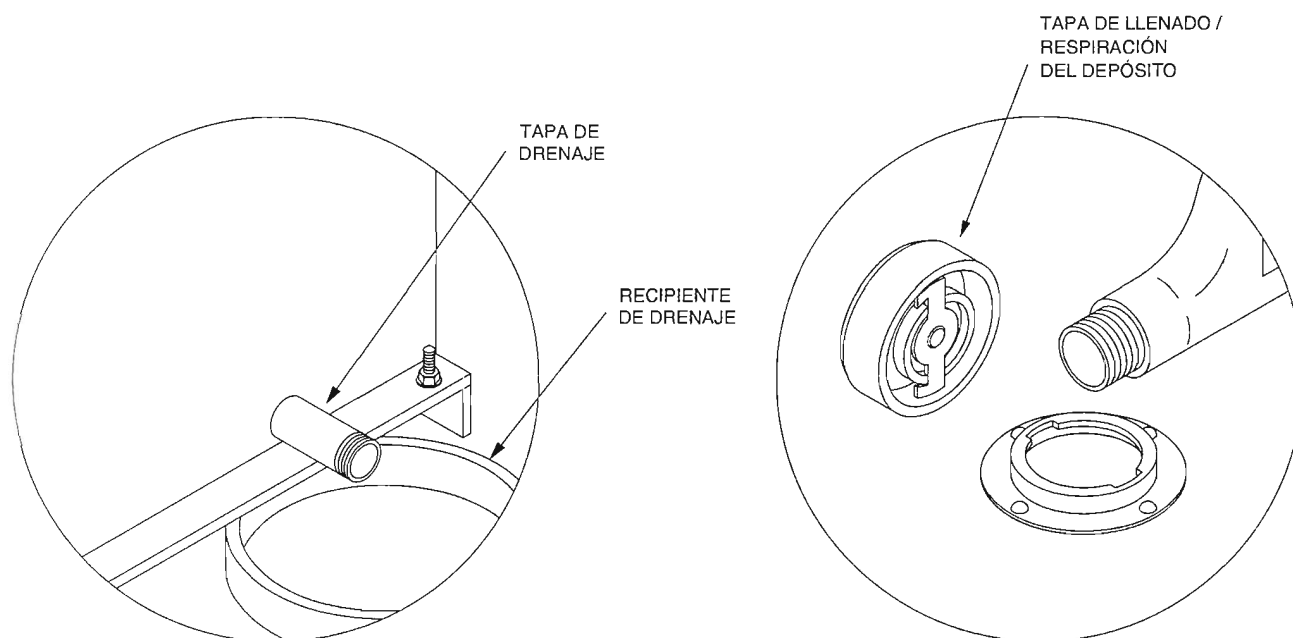

Figura B-1. Cambio de aceite de la fuente de alimentación hidráulica.
2. Se requiere un recipiente lo suficientemente grande (cerca de 20 litros /5 galones americanos), para contener todo el aceite que se va a descargar y que se encuentra en el depósito de la fuente de alimentación hidráulica. Coloque el recipiente debajo del drenaje del depósito, como se muestra en la Figura B-1. Retire la tapa del drenaje con una llave y permita que el depósito se descargue completamente.
4. Abra la tapa de llenado/respiración, como se muestra en la Figura B-1. Llene el depósito arriba de la línea negra del indicador de nivel de aceite/térmmetro. Utilice uno de los fluidos enlistados en la calcomanía de información sobre la fuente de alimentación hidráulica en el depósito.